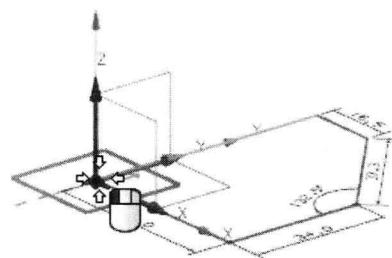

图1-8 完成草图轮廓绘制
- 选择基准坐标系的原点，形成封闭轮廓，完成草图曲线绘制，如图1-8所示。